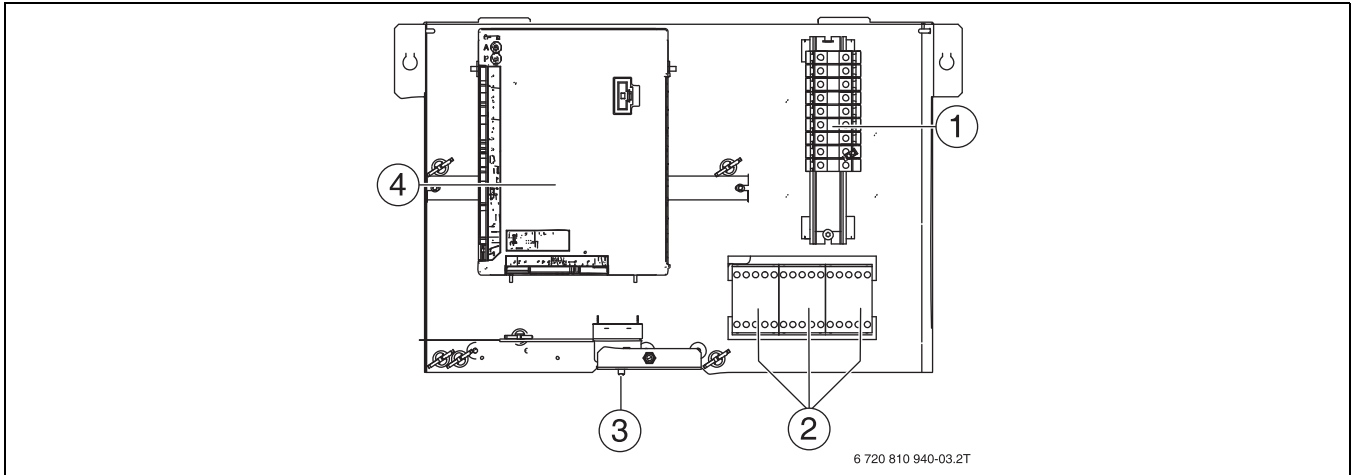

Fig. 16 Disposition dans le boîtier de commande
- ▶ Réinitialiser la protection contre la surchauffe. Pour cela, appuyer sur la touche située dans la partie inférieure de l'appareil de commande (→ [3], fig. 16).